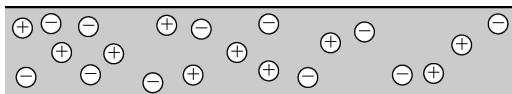

图 3-15 电流
(1) 电流的定义。电荷的定向运动称为电流,如图 3-15 所示。